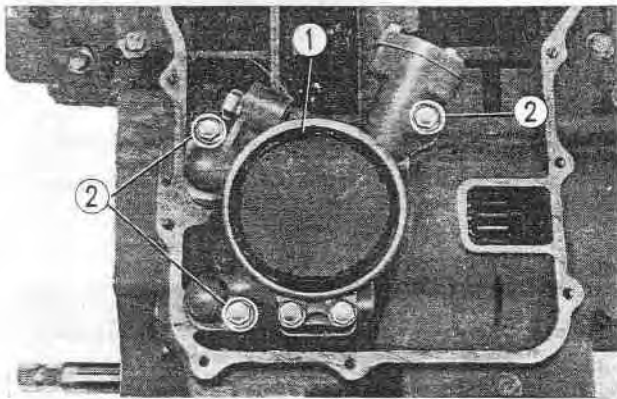

Fig. 3-10 ① Pompe à huile
3. Dévisser les trois boulons de fixation de la pompe à huile et déposer cette dernière. (Fig. 3-10)